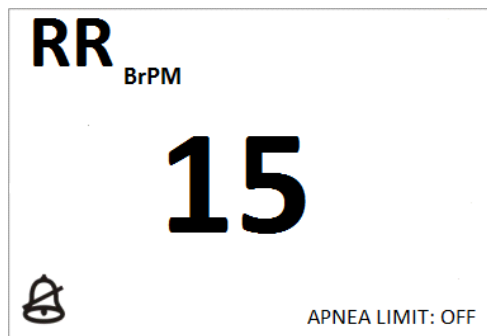

Рисунок 2.52– Окно «RESP»
2.5.8.1 Для вызова меню мониторинга дыхания выберите «RESP» (см. рисунок 2.52).